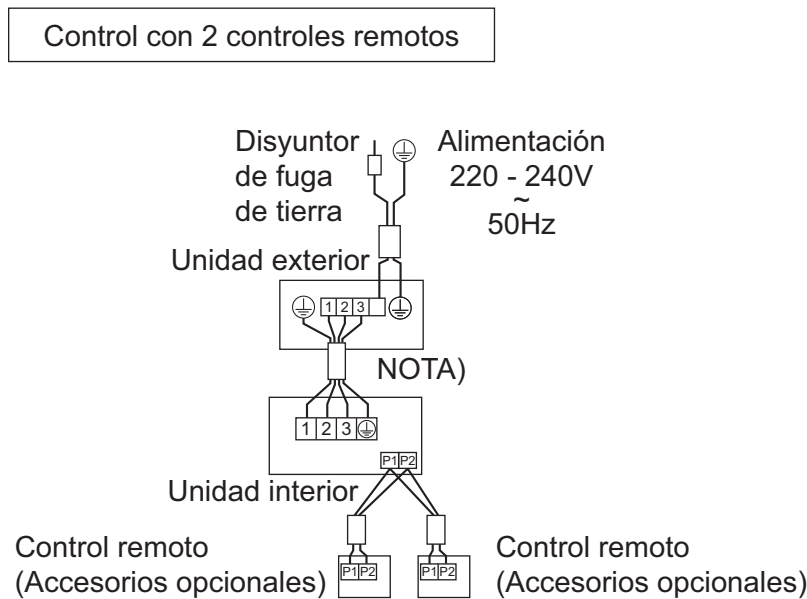

Fig. 45
- **Control mediante 2 mandos a distancia:** Para controlar 1 unidad interior con 2 mandos a distancia. (Consulte la Fig. 45)